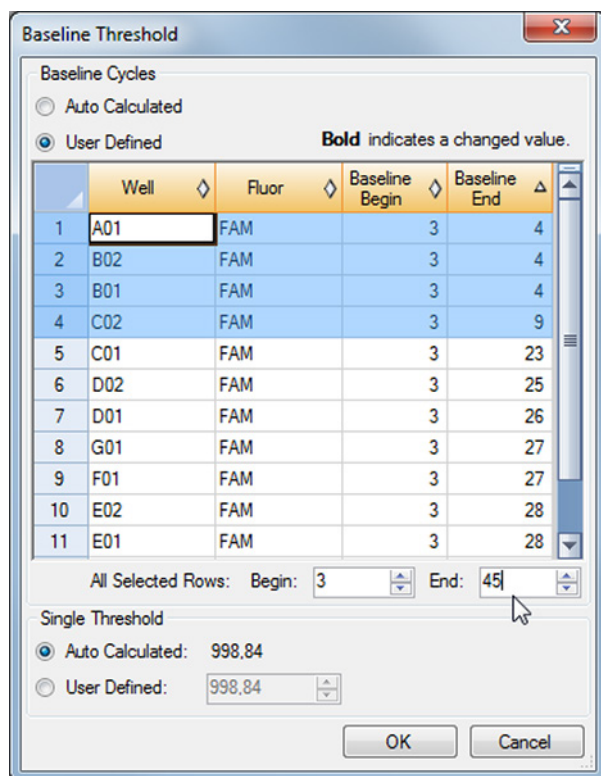

Figure 5: Boîte de dialogue Baseline Threshold (Seuil de référence)
3. Dans la barre de menus de la fenêtre Data Analysis (Analyse des données), cliquez sur **Settings** → **Baseline Threshold...** (Paramètres... → Seuil de référence...) pour ouvrir la boîte de dialogue Baseline Threshold (Seuil de référence) (voir la figure 5).
- Sélectionnez toutes les lignes qui indiquent une valeur **Baseline End** (Extrémité de référence) comprise entre 1-9 (voir la figure 5).
- Définissez la valeur dans le champ **End:** (Extrémité :) sur 45 pour les lignes sélectionnées (voir la figure 5).
- Répétez les étapes 3-7 pour les canaux de détection VIC™ (IC) et Cy5 (gène S).